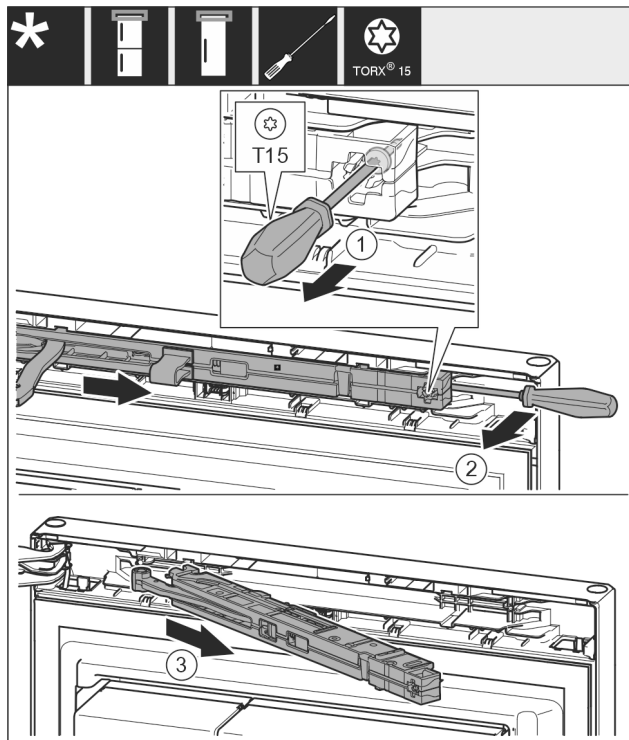

Fig. 8
- Šroub na jednotce tlumiče zavírání povolte šroubovákem T15 o cca 14 mm. Fig. 8 (1)
- Šroubovákem na straně madla zajedte za jednotku tlumiče zavírání a otočte jednotku dopředu. Fig. 8 (2)
- Vytáhněte jednotku tlumiče zavírání. Fig. 8 (3)